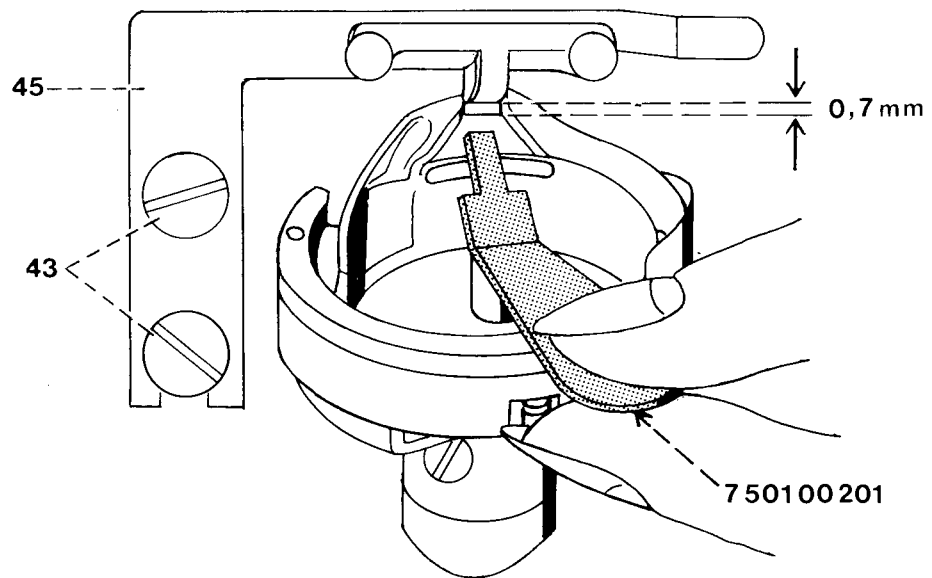

Fig. 20
- Die Abstandslehre 7.501 00–201 muß leicht, jedoch spielfrei zwischen dem Haltefinger und dem Grund der Nute im Spulenkapselunterteil eingesteckt werden können (siehe Abb. 20).
- Clearance gauge 7.501 00–201 should pass freely, but without any play, between position finger and bottom of position slot (Fig. 20).
- La jauge d'espace 7.501 00–201 devrait pouvoir être introduite sans jeu entre le doigt arrêt-capsule et la gorge dans la capsule inférieure (fig. 20).